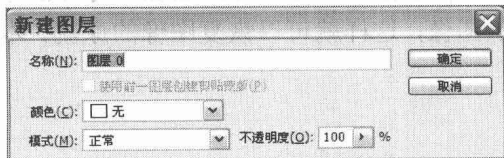

图 2-3 改变图层属性
(3) 改变图层属性。在图层调板列表中双击“背景”图层，在弹出的“新建图层”对话框中输入图层名称，单击“确定”按钮，将背景图层转换为普通图层（图层 0），如图 2-3 所示。